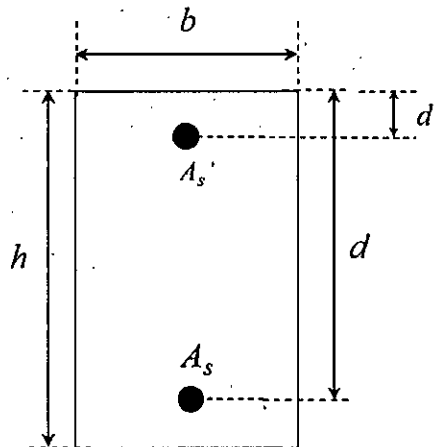

Fig.1
1. Fig.1 に示される正の曲げモーメントを受ける複鉄筋長方形断面のはりについて次の問いに答えよ。コンクリートの圧縮強度は $f_c' = 24 \text{ N/mm}^2$ 、コンクリートのヤング係数は $E_c = 25 \text{ kN/mm}^2$ 、鉄筋の降伏強度は $f_y = 350 \text{ N/mm}^2$ 、鉄筋のヤング係数は $E_s = 200 \text{ kN/mm}^2$ である。 $b = 300 \text{ mm}$, $d = 600 \text{ mm}$, $d' = 50 \text{ mm}$, $h = 650 \text{ mm}$, コンクリートの圧縮破壊ひずみは 0.0035 とする。その他の記号は必要に応じて適宜定義して用いること。
Concerning the doubly reinforced rectangular beam subjected to positive bending moment shown in Fig.1, answer the following questions. Compressive strength of concrete $f_c' = 24 \text{ N/mm}^2$, Young's modulus of concrete $E_c = 25 \text{ kN/mm}^2$, Yielding strength of re-bar $f_y = 350 \text{ N/mm}^2$, Young's modulus of re-bar $E_s = 200 \text{ kN/mm}^2$, $b = 300 \text{ mm}$, $d = 600 \text{ mm}$, $d' = 50 \text{ mm}$, $h = 650 \text{ mm}$, and the failure strain of concrete in compression is 0.0035. Other necessary symbols can be used with appropriate definition.